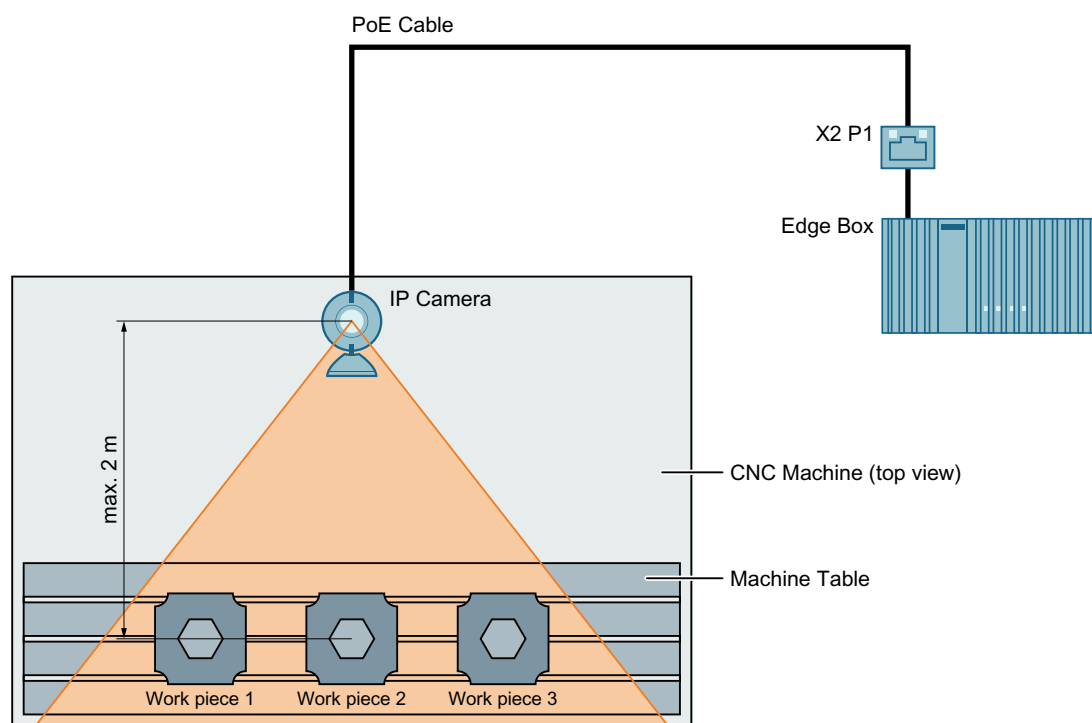

Bild 7-2 Beispiel für eine gute Anordnung der Kamera im Arbeitsraum der Maschine mit mehreren Werkstücken im Kamerabild
- Bei der Überwachung mehrerer Werkstücke (siehe Bild 7-2):